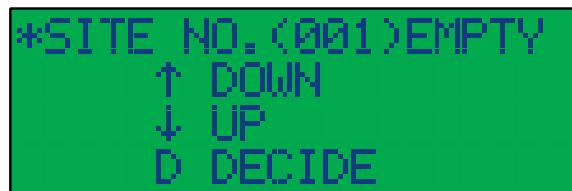

図 4.1-7 初期状態のディスプレイ画面
② CTS-02V4 本体と PC の接続
- CTS-02V4 本体の初期状態は、ディスプレイに下記(図 4.1-7)のように表示されています。